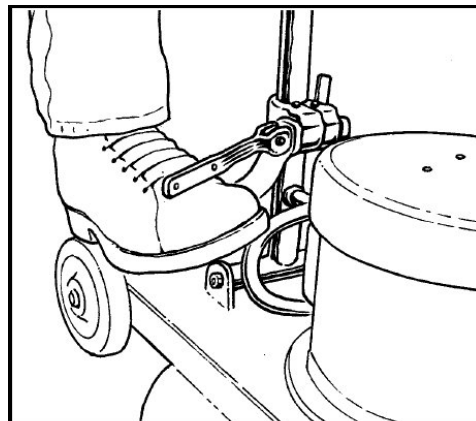

Рисунок 2
2. Для блокировки рукоятки нажмите на рычаг блокировки. См. рисунок 2.
1. Рычаг блокировки расположен в нижней части рукоятки. Поднимите рычаг с помощью стопы. См. рисунок 2.